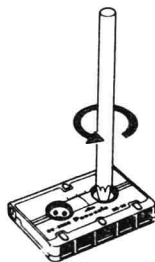

图 1-13
①首先要把磁带卷紧,勿令其松弛。如出现磁带松弛,则应按如图 1-13 所示方法用一支铅笔或其它东西把它卷紧。
②为了得到良好的音质和运行特性,我们建议你前半年用正面(Side-A),后半年用反面。假定你的机器每天回答 10 次呼叫,则应每年更换一盒新磁带。